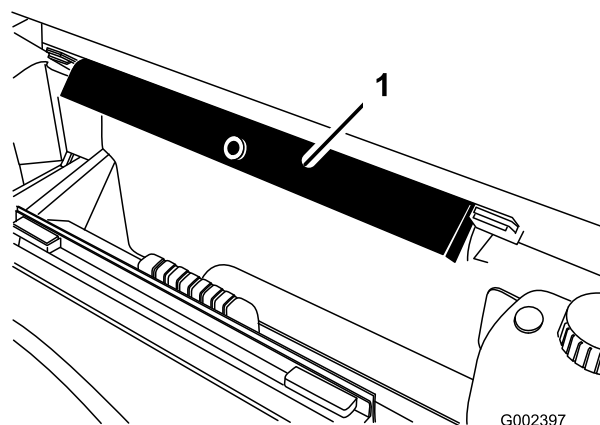

Figura 83
10. Scoateți suportul pentru platformă din suporturile de depozitare aflate în spatele panoului ROPS (Figura 83).